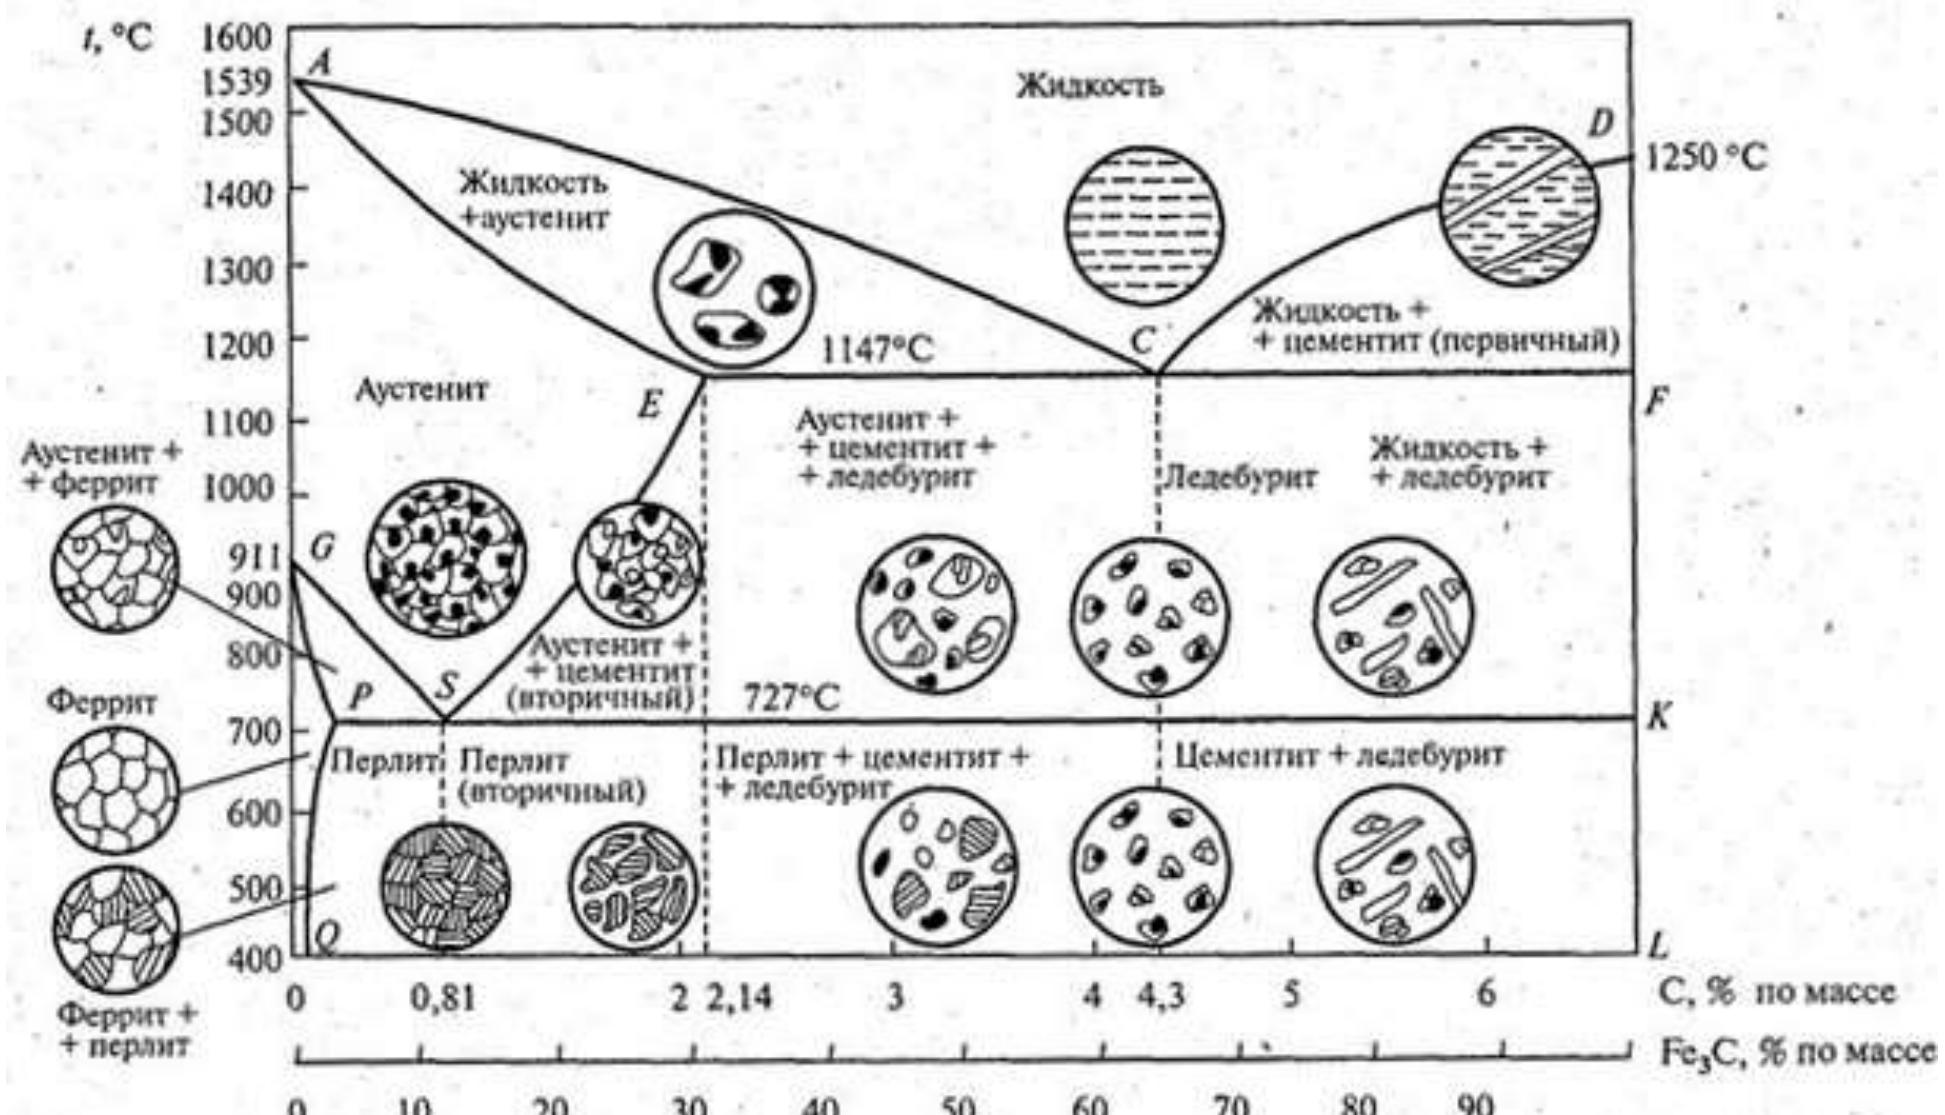

Рис. 5.3. Микроструктура сплавов
*При классификации железоуглеродистых сплавов по структуре* учитывают структуру в отожженном (равновесном) состоянии. Углеродистые стали разделяют на три класса - доэвтектоидные (имеющие перлито-ферритную структуру), эвтектоидные (структура - перлит), заэвтектоидные (имеющие перлито-цементитную структуру). Схема зарисовки внешнего вида фаз, присутствующих в железо-углеродистых сплавах, приведена на рис. 5.3.
Белыми называют чугуны, у которых весь углерод находится в связанном состоянии в виде цементита. Эти чугуны подразделяют на доэвтектические, эвтектические и заэвтектические. Структура белого доэвтектического чугуна состоит из ледебурита, перлита и вторичного цементита (рис. 5.3.).